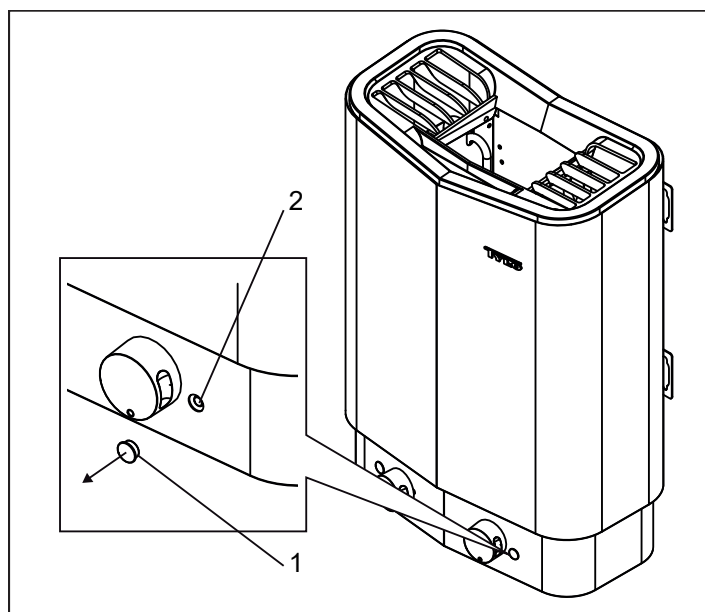

Fig 5: Återställning av temperaturskyddet
Temperaturskyddet i aggregatet är till för att skydda komponenter, rörelement samt trävirke i bastun från överhettning. Om temperaturskyddet har utlöst går det ej att starta aggregatet förrän det har återställts. Innan detta görs skall orsaken till överhettning klarläggas. För att återställa temperaturskyddet ta bort täckplugg (1) (se Fig 5) och tryck in (2) tills det klickar till.